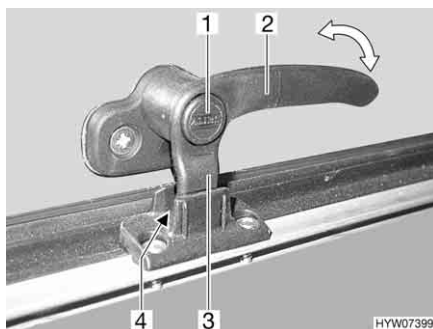
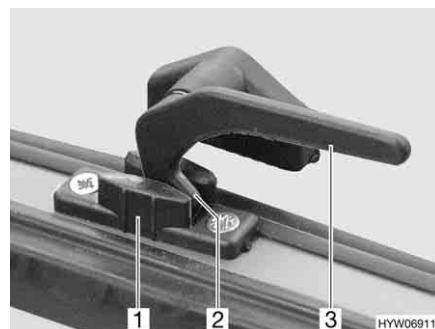

Fig. 97 Leva di serraggio con bottone di sicurezza in posizione "Aerazione continua"
Fig. 98 Leva di serraggio in posizione "Aerazione continua"
- In posizione di "Aerazione continua" (Fig. 97 e Fig. 98)
- Se presente, premere e tenere premuto il bottone di sicurezza (Fig. 97,1).
- Ruotare tutte le leve di serraggio (Fig. 97,2 o Fig. 98,3) di un quarto di giro verso il centro dell'oblò.
- Girare nuovamente all'indietro tutte le leve di serraggio. Contemporaneamente riportare il nasello di chiusura (Fig. 97,3 o Fig. 98,2) nella rientranza del bloccaggio dell'oblò (Fig. 97,4 o Fig. 98,1).